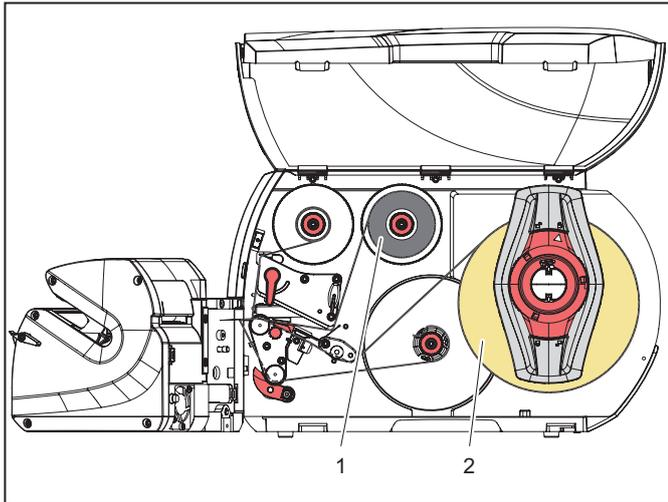

Bild 8.5 Material einlegen
- ▶ Legen Sie die Transferfolie (1) und die Etiketten (2) ein und beachten Sie den Materiallauf, siehe Bild 8.5.